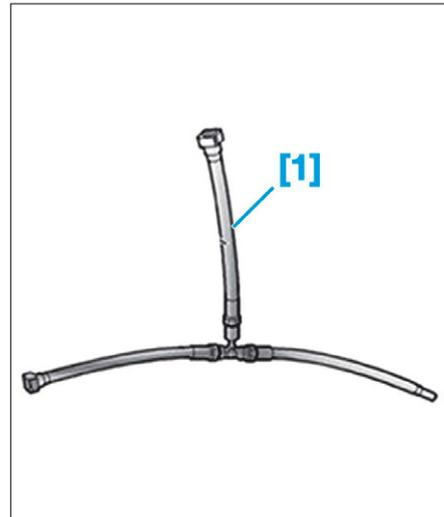

FIG. 58
- [1]. Raccord pour purge filtre à gazole (réf : [1604-F et 4244-T) (Fig.58)